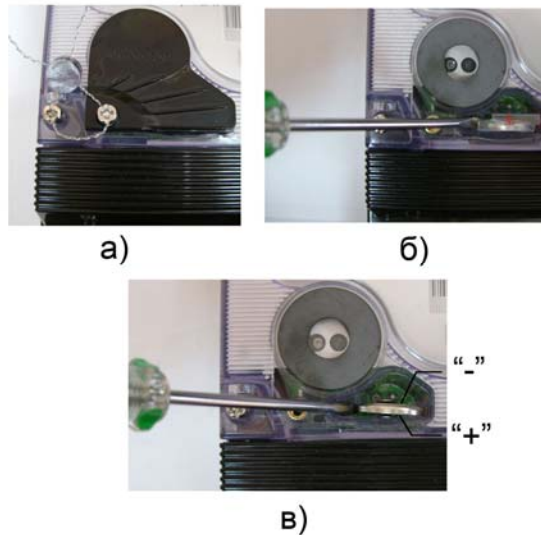

Рисунок 2.1
- відрізають пломбу, відкручують пломбувальний гвинт і знімають кришку оптопорт і захисний кожух із знаком «⚠» (рис. 2.1а, б);
- за допомогою викрутки виймають стару батарейку живлення, і дотримуючись полярності встановлюють нову (рис. 2.1 в);